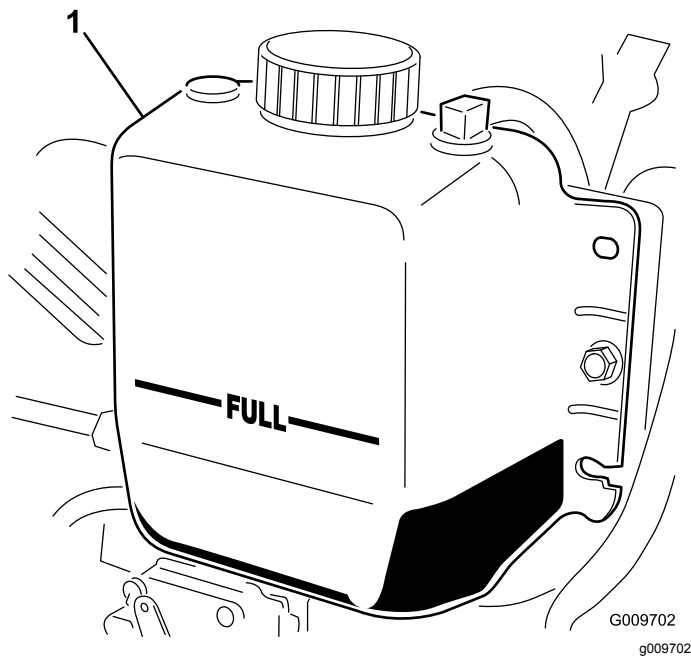

Bild 13
2. Prüfen Sie den Kühlmittelstand im Kühler. Der Kühler muss bis zur Oberseite des Einfüllstutzens und das Ausdehnungsgefäß bis zur VOLL-Markierung gefüllt sein (Bild 13).